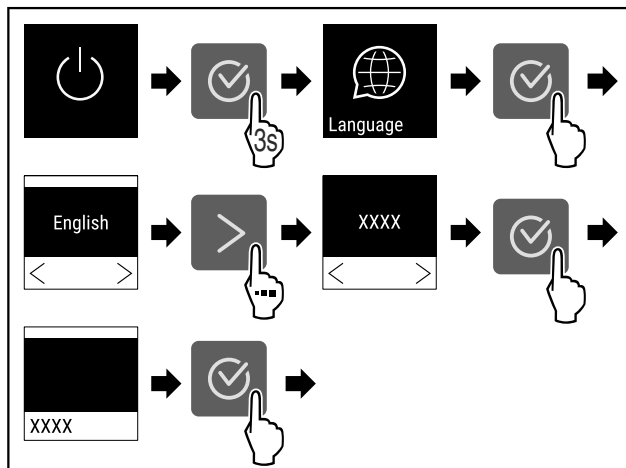

Fig. 54
- ▶ Végezze el a gyakorlati lépéseket (lásd Fig. 54).